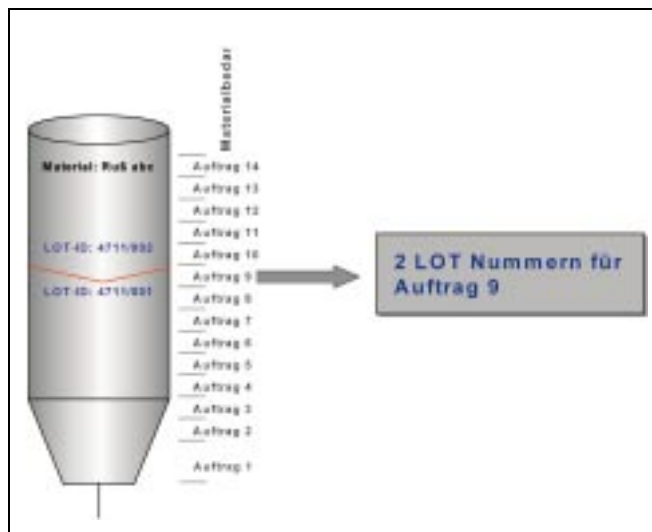

Abb. 5. Fließkegel in einem Silo
- Fließkegel und Restmengen in Groß-Silos und KC-Behältern (Abb. 5)